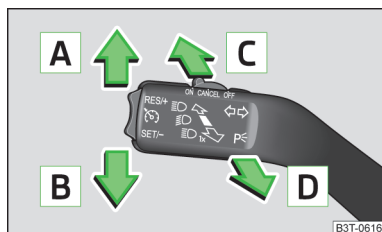

Fig. 31
- » Tirar de la palanca de intermitentes y luz de carretera hacia el volante y empujar hacia abajo » fig. 31 de la página 58.
- » Tirar de la palanca de intermitentes y luz de carretera hacia el volante y empujar hacia arriba » fig. 31 de la página 58.
Posiciones de manejo de la palanca » fig. 31